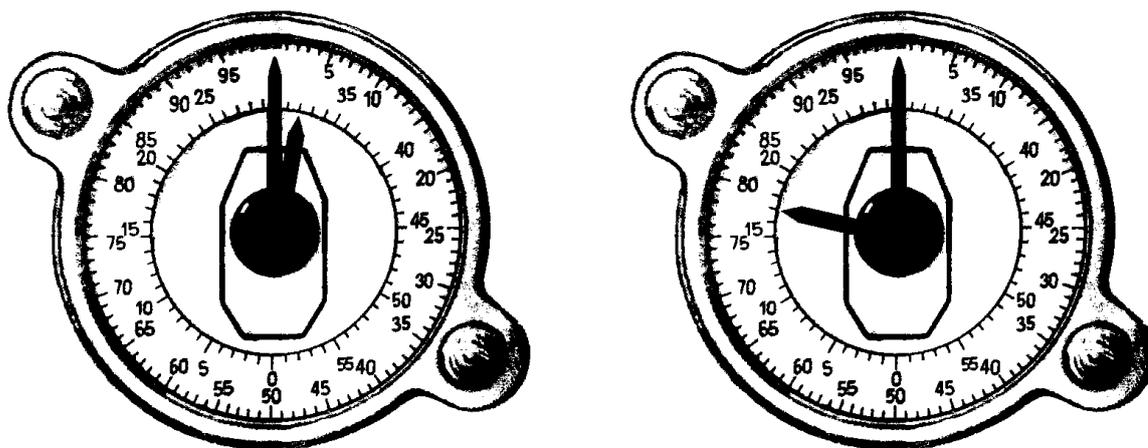

Рис. 18. Положення азимутального покажчика 32-00 та 17-00
- після того, як навідник-оператор розверне башту у положення 32-00 по азимутальному покажчику (рис. 18), направляє разом з навідником-оператором по системі живлення спочатку стрічки з ОФЗ и ОТ снарядами, а потім с БТ снарядами, для чого за допомогою викрутки 1-1x300 зі складу комплекту ЗІП гармати 2А42 просуває стрічки по гвинтовому рукаву, одночасно подаючи команди навіднику-оператору на короткочасне вмикнення механізму підтягування стрічки «ПЕРЕМОТКА О» або «ПЕРЕМОТКА Б»¹;